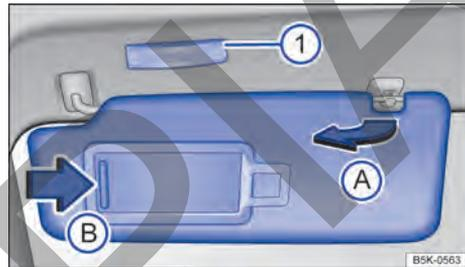

Fig. 78 En el revestimiento interior de la parte delantera del techo: parasol.
- Se pueden extraer del soporte y girar hacia las puertas → fig. 78 (A).
En la parte posterior del parasol hay un espejo de cortesía provisto de una tapa. Al desplazar la tapa → fig. 78 (B), se enciende la luz (1).